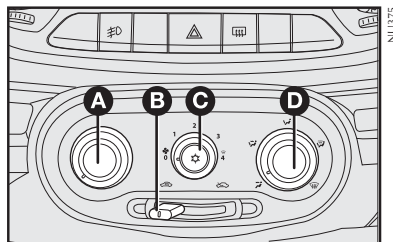

fig. 59
COMANDOS - fig. 59
1) Seletor para a temperatura do ar **A-fig. 59** totalmente posicionado à esquerda.
2) Seletor do ventilador **C-fig. 59** posicionado na velocidade máxima.
3) Seletor de distribuição do ar **D-fig. 59** apontado para ; controlar para que todas as saídas de ar estejam totalmente abertas.
4) Ligar o ar-condicionado apertando o seletor a partir da posição 1 **C-fig. 59** (a luz-espia no seletor irá acender).
O ar-condicionado é muito útil para acelerar o desembaçamento, pois desumidifica o ar. É suficiente regular os comandos para a função de desembaçamento e ativar o condicionador, apertando o seletor **C-fig. 59**.
1) Condicionador de ar ligado: seletor **C-fig. 59**.